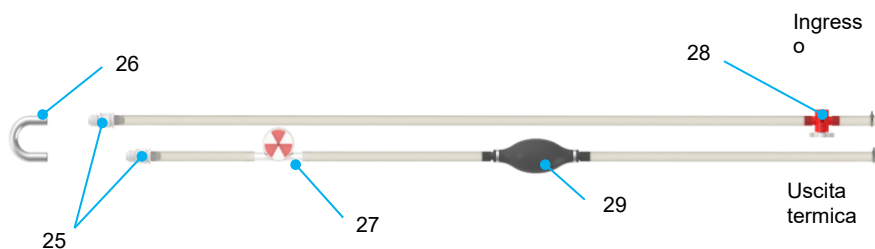

Figura 6 Tubi termici
L'unità termica mantiene la temperatura della soluzione di perfusione in circolo utilizzando elementi Peltier. A seconda della temperatura impostata, questi elementi raffreddano o riscaldano il circuito interno dell'acqua mediante un effetto termoelettrico. Per trasferire la temperatura del circuito interno dell'acqua alla soluzione di perfusione, l'Unità termica è collegata tramite un tubo di silicone alle porte dello scambiatore di calore di entrambi gli ossigenatori, vedere la Figura 4 e Figura 6. La porta di uscita dell'unità termica è collegata alla porta di ingresso dell'acqua dello scambiatore di calore e la porta di ingresso dell'unità termica è collegata alla porta di uscita dell'acqua dello scambiatore di calore.
- Posizionare il tubo termico (Figura 6) con il raccordo per tubi dell'acqua (voce 26) il più in basso possibile. Assicurarsi che durante il riempimento e la deaerazione (sezione 2.3.1), l'ingresso e l'uscita dell'Unità termica (Figura 6, voci 21 e 22) siano posizionate in alto, in modo che le bolle d'aria si spostino verso l'Unità termica.
- Spremere ripetutamente il palloncino di deaerazione (Figura 6, voce 29) per spingere fuori quanta più aria possibile dai tubi termici.